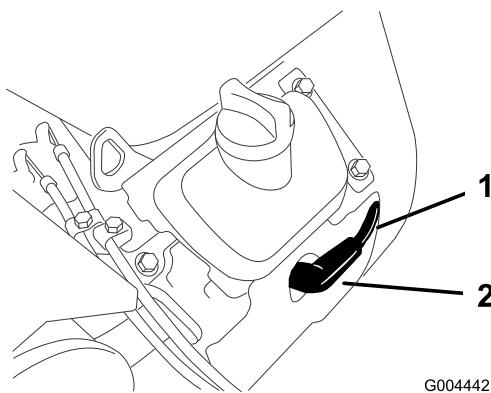

Figura 37
3. Retire el/los cable(s) de la(s) bujía(s) (Figura 37). Ahora limpie alrededor de la(s) bujía(s) para evitar que entre suciedad en el motor, lo que podría dañarlo.
- 3. Conecte el/los cable(s) a la(s) bujía(s) (Figura 37).